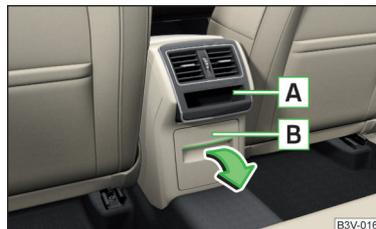

Abb. 125
In der Mittelkonsole hinten befindet sich ausstattungsabhängig ein offenes Ablagefach **A** sowie ein abschließbares Ablagefach **B** » Abb. 125.
- » Zum **Öffnen** des Ablagefachs **B** am Oberteil der Vertiefung ziehen und das Fach in Pfeilrichtung aufklappen » Abb. 125.